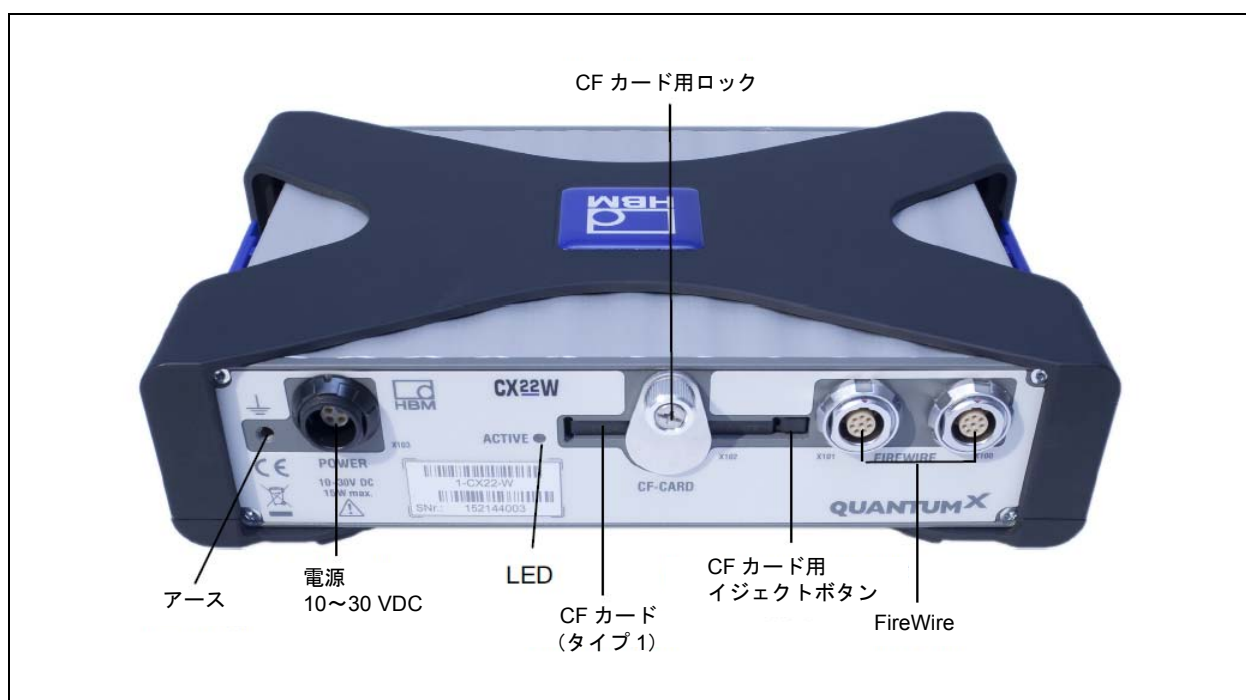

図 3.2 : CX22-W の接続部（背面）
1. CF カードをロックしているネジを緩めます（12 ページ、図 3.2 を参照）。ネジは緩めるだけで、完全に外してしまわないでください。
3. ボールペンなどの先の尖った物を使用して、CF カードスロットの右側にあるイジェクトボタンを押します（図 3.2）。
1. CF カードをロックしているネジがまだ緩められていない場合には、これを緩めて（12 ページ、図 3.2）、カバープレートを上に戻します。ネジは緩めるだけで、完全に外してしまわないでください。